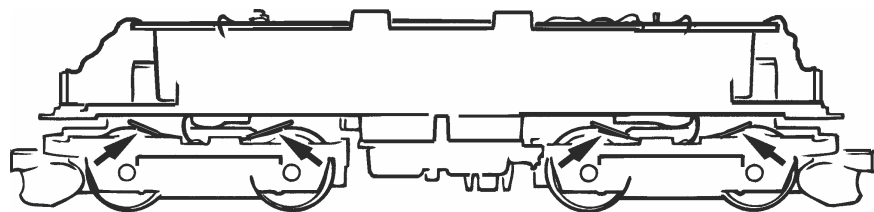

Fig. 7
**3. Haftreifenwechsel:** den **Radsatz** herausnehmen und die **Haftreifen** mit einer Nadel od. mit einem feinen Schraubendreher abziehen (Fig. 7). Beim Aufziehen der neuen Haftreifen darauf achten, dass diese sich nicht verdrehen.
l'aide d'une aiguille ou d'un tourne-vis fin, les bandages d'adhérence (fig. 7). Lors du montage des nouveaux bandages veuillez veiller à ce que les bandages **ne soient pas tor-dues**.
**3. Change of traction tyre:** remove **traction tyre** using a pin or a fine screwdriver (fig. 7). When pressing on the new traction tyre please **avoid twisting it**.